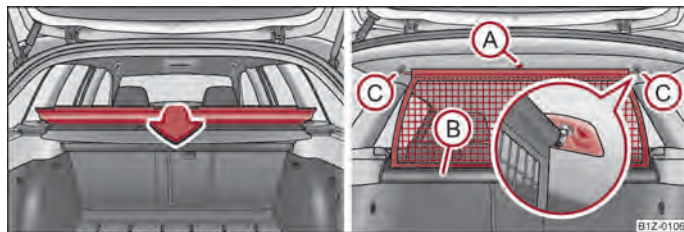

Fig. 63 Plegado de la cubierta del compartimento guardaoobjetos/retirar la red divisoria del maletero
- Pliegue la cubierta del compartimento guardaoobjetos detrás de los asientos traseros ⇒ fig. 63 - lado izquierdo.
- Tirar de la red divisoria del maletero por la lengüeta (A) y sacarla de la caja (B) en dirección de las fijaciones (C).
- Monte la barra transversal en uno de los alojamientos (C) y presione la barra transversal hacia delante.
- Sujete de igual modo la barra transversal en el otro lado del vehículo, alojamiento (C).
- Pliegue la cubierta del compartimento guardaoobjetos detrás de los asientos traseros ⇒ fig. 63.
- Tire de la barra transversal un poco hacia atrás, primero en un lado y seguidamente en el otro lado, y saque la barra transversal de los alojamientos (C).
- Mantenga la barra transversal de tal modo, que la red divisoria del maletero pueda enrollarse lentamente y sin daños en la caja (B).